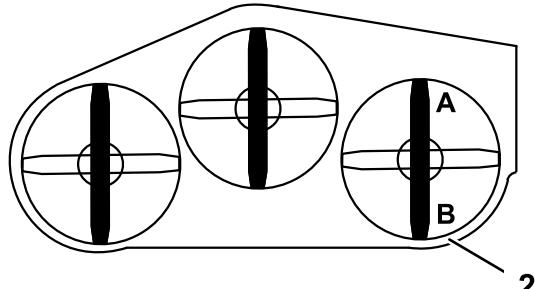

Figura 101
1. Coloque la cuchilla **derecha** en posición longitudinal (Figura 101).
2. Mida la cuchilla derecha en la posición **A** desde una superficie nivelada hasta el filo de corte del extremo de la cuchilla (Figura 101).
4. Mida la cuchilla derecha en la posición **B** desde una superficie nivelada hasta el filo de corte del extremo de la cuchilla (Figura 101).
6. La cuchilla del cortacésped debe estar entre 6 y 10 mm (¼" y ¾") más baja en la posición que en la posición **B** (Figura 101). Si la distancia no es correcta, continúe con los pasos siguientes.